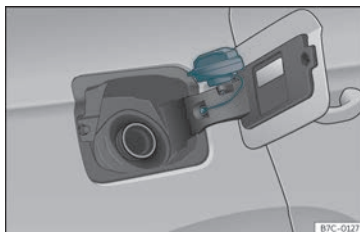

Fig. 199 Tampa do depósito com o tampão encaixado.
- Coloque-a no espaço existente na dobradiça da tampa aberta»» **Fig. 199**.